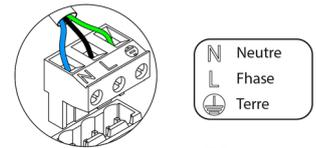

Fig. 74
Le module est connecté à l'alimentation électrique par une borne à 3 broches ①. Fixez les câbles à l'aide des vis de la borne, en respectant la polarité de celle-ci (Fig. 74).